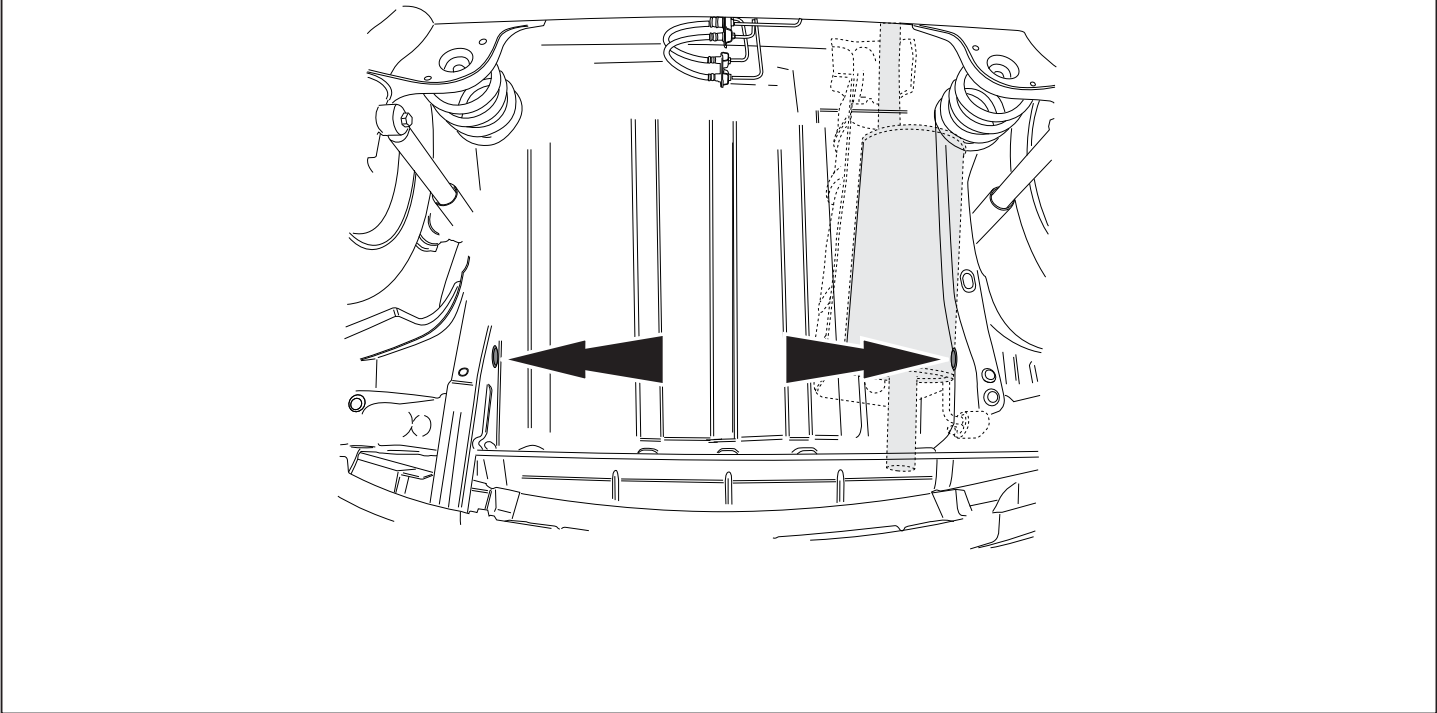

Fig. 3
6. Verwijder t.p.v. de aangegeven punten de rubberen doppen (zie fig. 3).
6. Remove the rubber caps at the points indicated (see fig. 3).
6. Bei den angegebenen Punkten die Gummikappen entfernen (siehe Abb. 3).